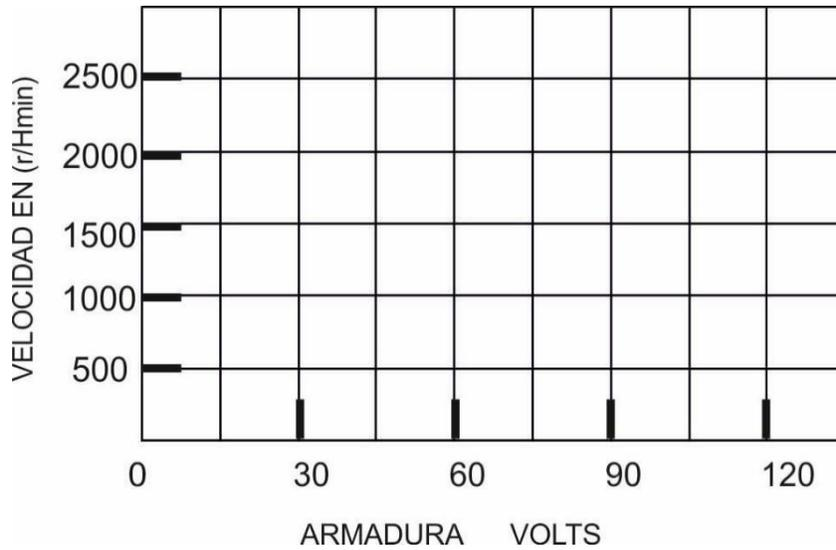

Figura 9
- Marque los puntos obtenidos en la tabla 1, en la gráfica ilustrada en la figura 9. Luego trace una línea continua por los puntos marcados.